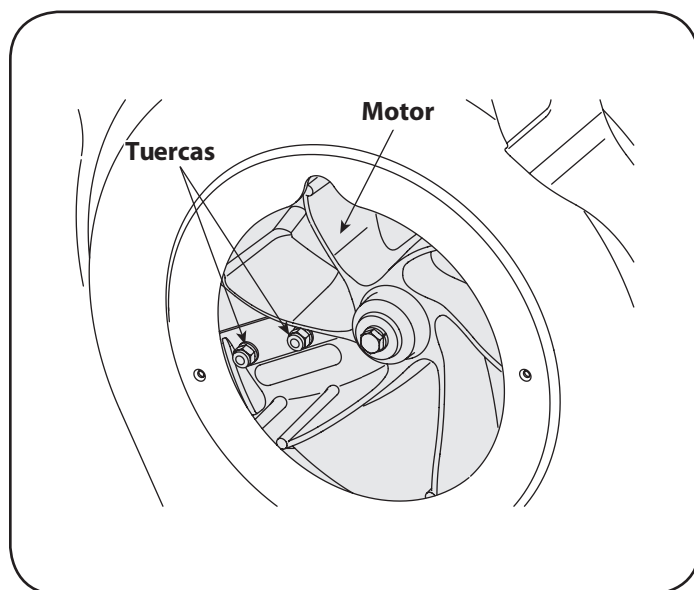

Figura 24
10. Es posible alcanzar las tuercas de los tornillos de cabeza plana desde la parte inferior, mediante una llave universal de 1/2 pulg. con extensión. Vea la Figura 24.